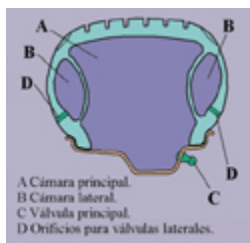

Fig. 18
- **Neumáticos con cámara múltiple de aire (Kleber) (fig. 18)**